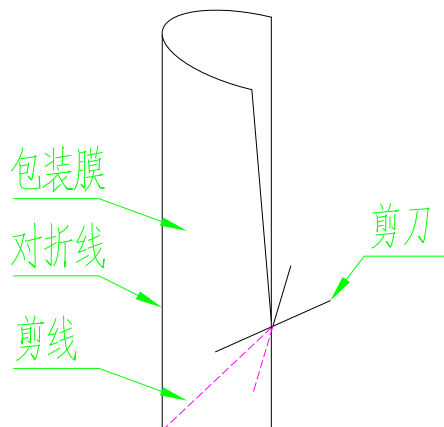

图 4-2 剪膜示意图
- 2、如图 4-2 剪膜示意图所示，将膜对称折剪成一斜口。